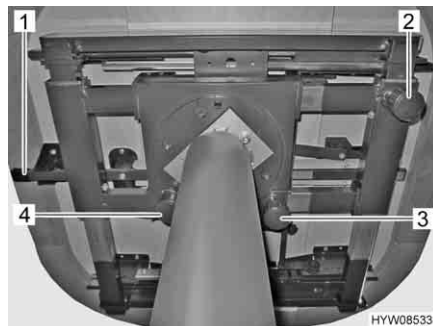
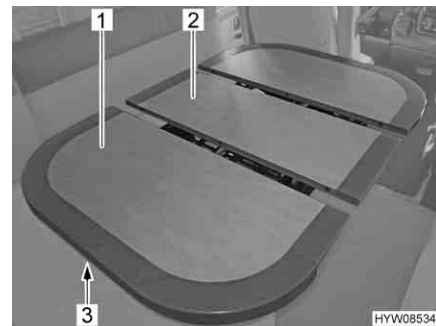

Fig. 85 Opzioni di regolazione sul tavolo
Fig. 86 Allungamento del tavolo
- Premere il tasto (Fig. 85,3) verso il basso e tenerlo in posizione.
- Premere il tasto (Fig. 85,2) verso il basso e tenerlo in posizione.
- Tirare il tasto (Fig. 85,4) del bloccaggio verso il basso.
- Spingere lo sbloccaggio (Fig. 85,1 e Fig. 86,3) verso l'alto.
- Tirare il piano del tavolo (Fig. 86,1), finché l'inserto centrale (Fig. 86,2) non arriva in alto e all'altezza del piano del tavolo.
- Premere lo sbloccaggio (Fig. 86,3) verso l'alto.
- Tirare il piano del tavolo (Fig. 86,1), finché l'inserto centrale (Fig. 86,2) non si libera.